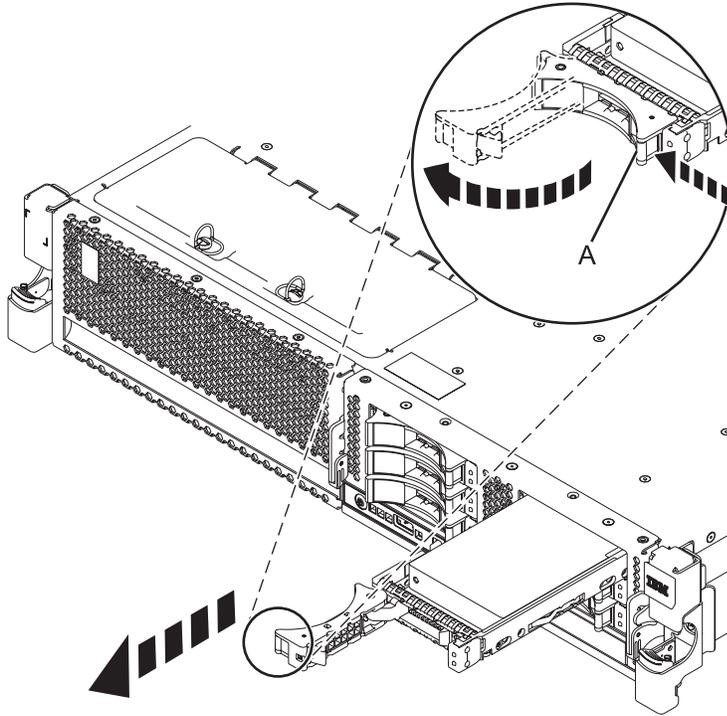

Figura 28. Extracción de una unidad de disco del sistema
- a. Cuando parpadee el LED de identificación, desbloquee el asa de la unidad ejerciendo presión y tirando de ella hacia usted, como se muestra en Figura 28 en la página 47.